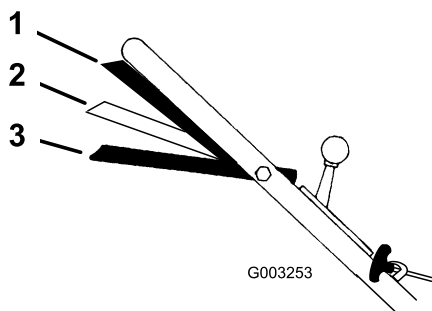

Figura 15
1. Mueva el control de velocidad sobre el terreno a la posición de Punto muerto (N).
3. Apriete la barra de control contra el manillar hasta la posición Marcha/avance (Figura 15).
en posición Marcha/avance; esto podría dañar la transmisión. Mueva la barra de control de la cuchilla a la posición Marcha/cambio (Figura 15) para cambiar la velocidad sobre el terreno.